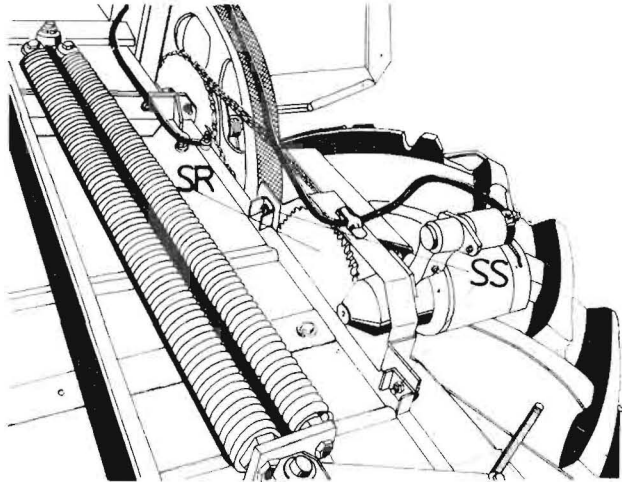

Bild 6/29
Bei Betätigung der Rücklaufeinrichtung spurt das Anlasserritzel in die Verzahnung des Stirnrades (SR) ein, und die Drehung des Anlassermotors überträgt sich mit Hilfe des Antriebsvorgeleges auf die obere Antriebswelle des Schrägförderschachtes. Damit wird eine Rückwärtsdrehung des gesamten Schneidwerksantriebes und der Schrägförderkette im Schacht erzeugt (Bild 6/29).